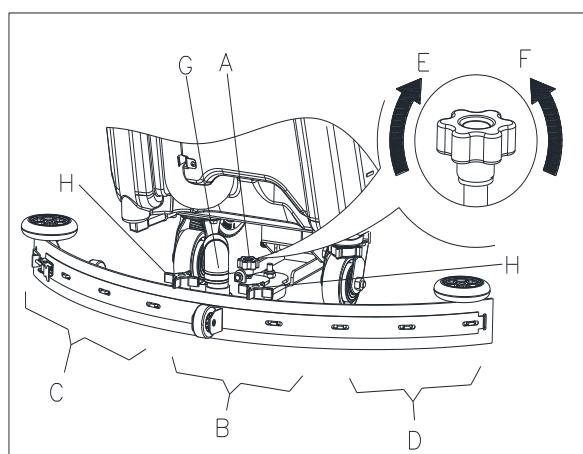

Figura 11
1. Instale la boquilla y enrosque las tuercas (H, Figura 11), luego conecte el tubo de aspiración (G) con la boquilla.
2. Ajuste la posición de la boquilla mediante la palanca de ajuste de la boquilla (A, Figura 11).
- a) Si queda un espacio entre el suelo y la sección media del caucho trasero de la boquilla (B), ajuste la perilla (A) en dirección anti horaria (F) hasta que la entera sección del caucho trasero de la boquilla entre en buen contacto con el suelo, el caucho delantero tocando el suelo ligeramente.
- d) Si hay espacio entre el suelo y los dos extremos del caucho trasero (C y D), ajuste la perilla (A) en dirección horaria (E) hasta que la entera sección del caucho trasero entre en buen contacto con el suelo, el caucho delantero tocando el suelo ligeramente.